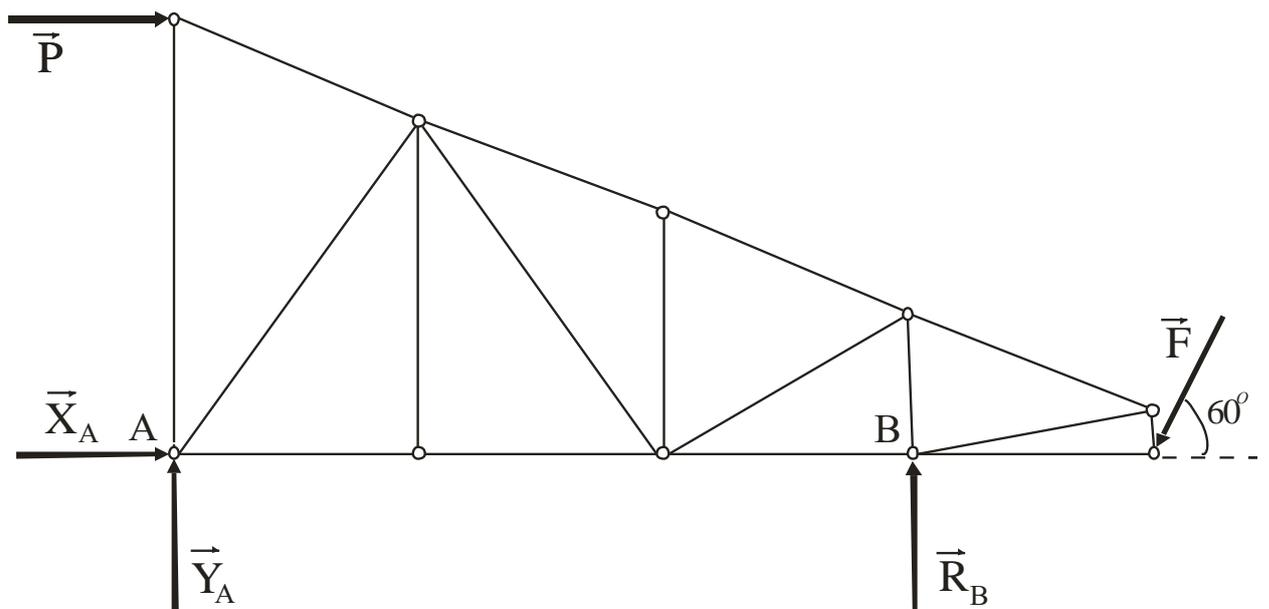

Рис. 1.2
**Решение.** При определении опорных реакций ферма рассматривается как твёрдое тело. Опоры в узлах A и B мысленно отбрасываются и заменяются соответствующими реакциями: составляющие  $\vec{X}_A, \vec{Y}_A$  в узле A,  $\vec{R}_B$  в узле B (рис. 1.2).
Из первого уравнения  $X_A = 5$  кН, из третьего  $R_B = 6 + 20\sqrt{3} \approx 40,64$  кН, из второго  $Y_A = -(6 + 5\sqrt{3}) \approx -14,66$  кН; знак «-» показывает, что истинное направление  $\vec{Y}_A$  противоположно изображённому на рис. 1.2.
**Ответ:**  $X_A = 5 \text{ кН}$ ;  $Y_A = -14,66 \text{ кН}$ ;  $R_B = 40,64 \text{ кН}$ ;  $S_1 = 4 \text{ кН}$ ;  $S_2 = -10,77 \text{ кН}$ ;  $S_3 = 13,1 \text{ кН}$ ;  $S_4 = -12,61 \text{ кН}$ ;  $S_5 = 12,19 \text{ кН}$ ;  $S_6 = -23,58 \text{ кН}$ ;  $S_7 = -12,61 \text{ кН}$ . Знаки указывают, что сила  $\vec{Y}_A$  направлена противоположно показанному на рис. 1.2, стержни 2,4,6,7 – сжаты, 1,3,5 – растянуты.